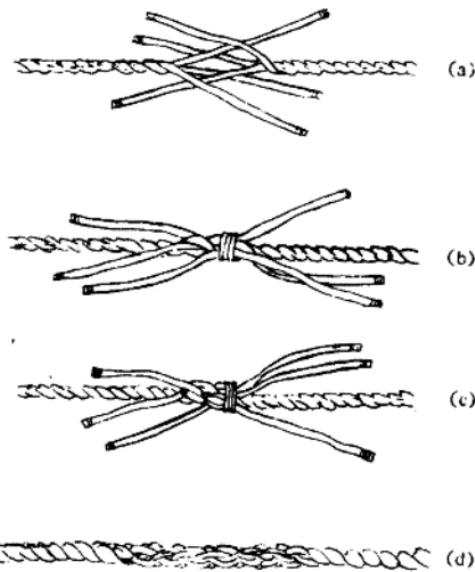

图1-8 三股拧绞绳短插接
(1) 将两绳的绳端各松开4~6倍于绳周的长度，各股末端用帆线扎紧。
(2) 将两绳端各股顺序相交，如图1-8(a)所示。先插其中一端，另一端暂用小绳扎紧，如图1-8(b)所示。活股顺序逆根股搓纹压一股穿一股如图1-8c所示，插三道。在每插一道后，须把各股及时收紧。
(3) 插完一端后,再按相同的方法插另一端。最后将剩下的绳头割去即成,如图1-8(d)所示。
(4) 大缆插完后,可将每根活股的末端分成两半,用帆线或小绳将不同索股相邻的两半绑扎在一起,这样更为牢固。